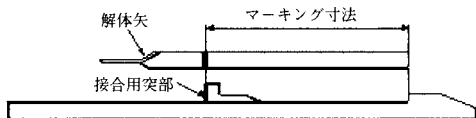

図86 解体矢のマーキング位置
- (3) この時、図85のように①挿入が足りない状態、②挿入し過ぎた状態では解体できない。解体矢には図86に示すようにマーキングし、マーキングが白線位置と一致するまで解体矢を打ち込み、図84の正常な状態となるようにする。